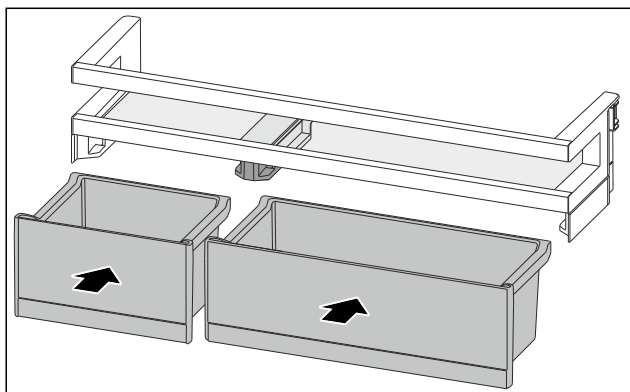

Fig. 186
- ▶ VarioBoxy vložte v opačném pořadí. (viz Fig. 186)